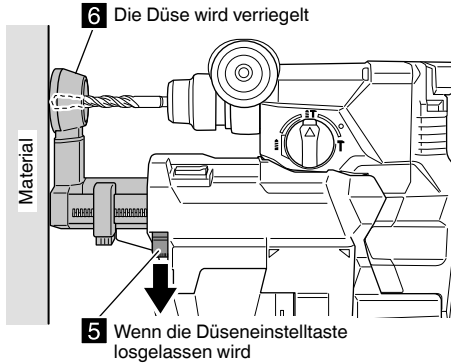

Abb. 7
- (4) Lassen Sie die Düseneinstelltaste los, um die Düsenposition einzurasten. **(Abb. 7)**